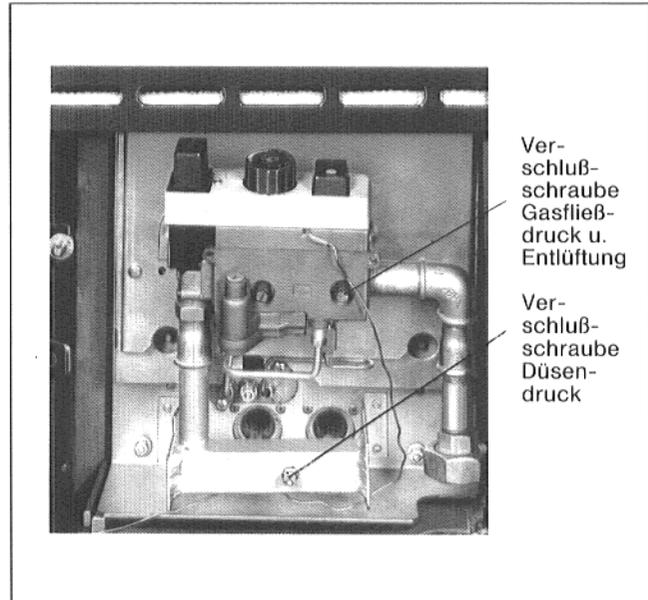

Abb. 3: Armatur SIT-Minisit-Plus
- Madenschraube im Prüfnippel der Gasbrennerarmatur lösen (Abb. 3), U-Rohr-Manometer am Prüfnippel anschließen.
- Schraube im Prüfnippel für Düsendruck ca. eine Umdrehung herausdrehen (s. Abb. 3).